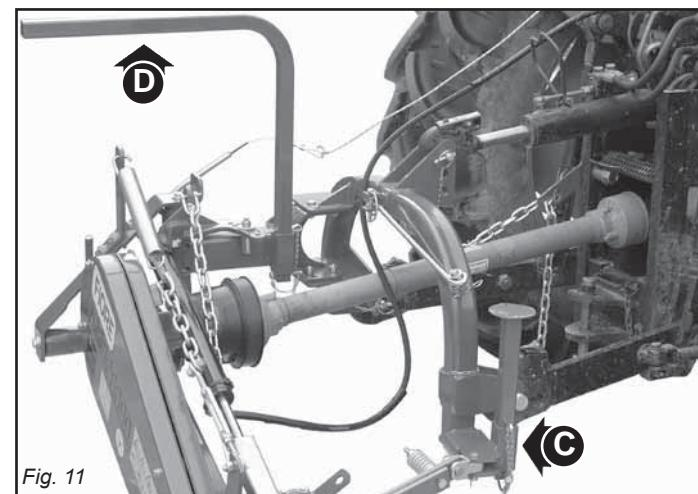

Fig. 11
- 48) Înainte de a pune în funcțiune cositoarea, controlați ca picioarele de susținere (C și D, fig. 11) să fii fost îndepărtate de sub cositoare; controlați ca utilajul să fii fost corect montat și reglat; controlați ca mașina să fie într-o stare optimă și ca toate organele supuse uzurii și deteriorării să fie eficiente.